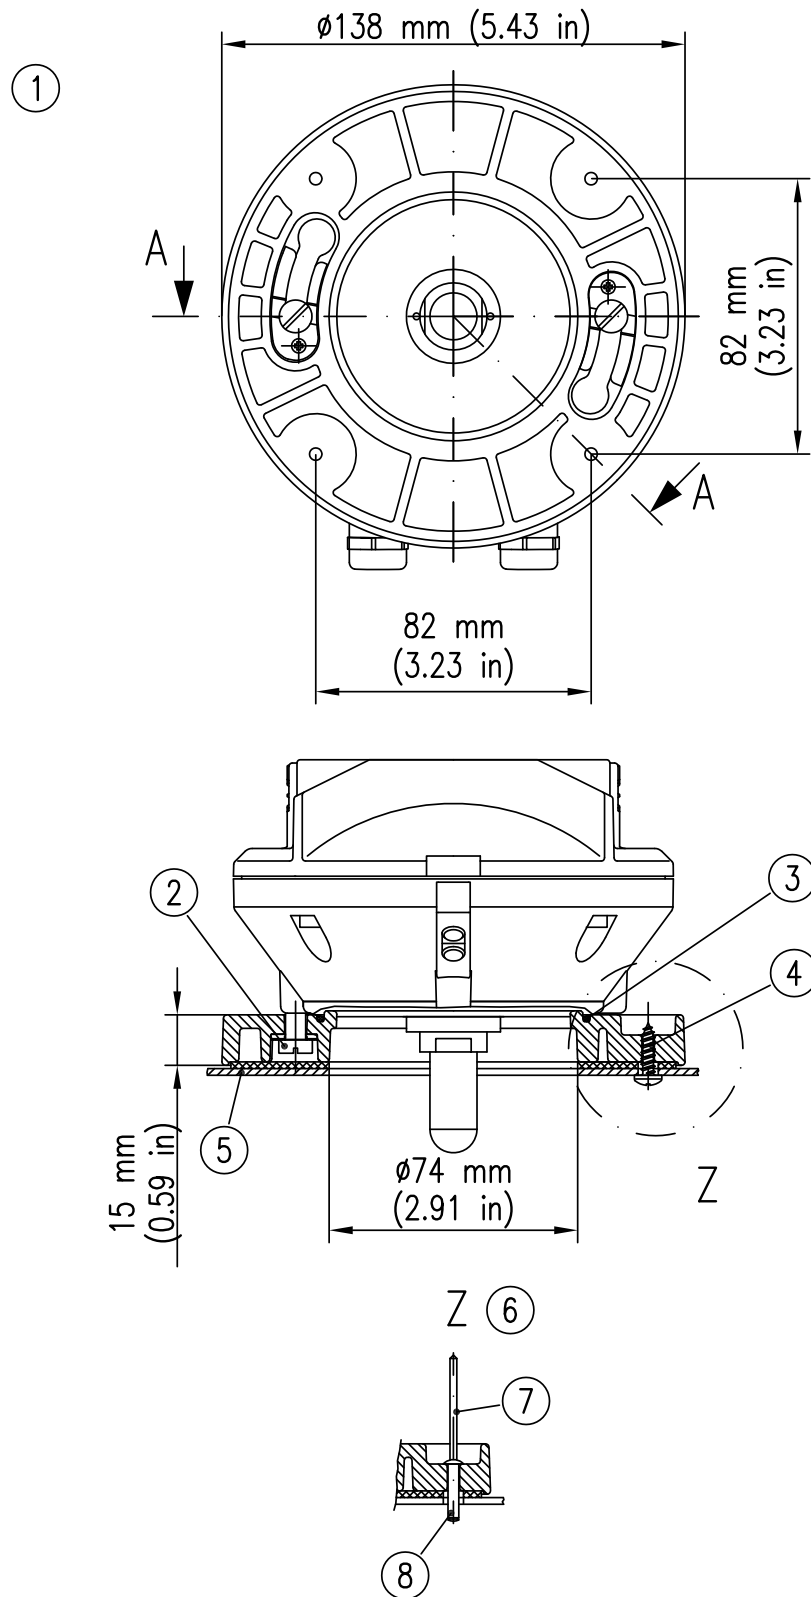

Abb. 30: WMX5000 Konsolenmontagemaße
1. ► Bohrungen zur Montage der Konsole vornehmen. Dabei die Konsole als Bohrschablone verwenden. Die Abmessungen der Konsole (Abb. 30) und des Melders beachten.
3. ► Beiliegende Schrauben M5 (Abb. 30/2) in den Melder einschrauben.